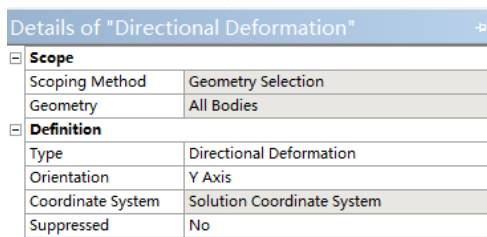

图 13-19 设置方向性变形
6) 设置 Directional Deformation 对象的细节窗口下的“Orientation”为“Y Axis”，如图 13-19 所示。